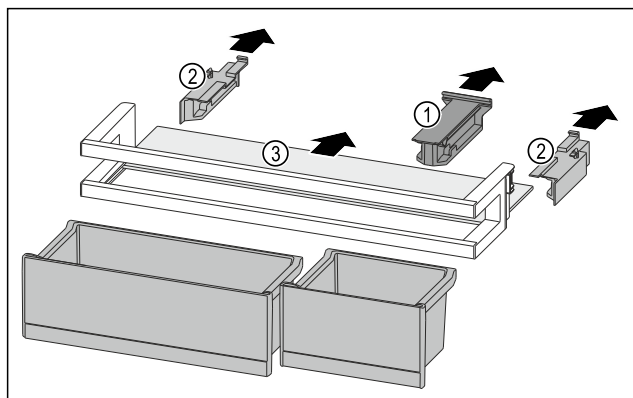

Fig. 192
- Držák Fig. 192 (1) stáhněte.
- Boční díly Fig. 192 (2) stáhněte.
- Odkládací plochu Fig. 192 (3) odeberte.